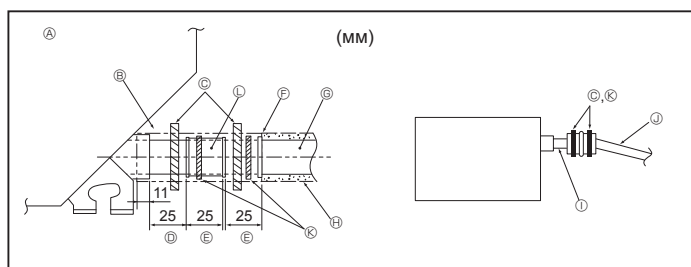

Fig. 3-2
1. Подсоедините соединительную муфту для дренажа (входит в комплект поставки прибора) к дренажному порту. (Fig. 3-2) (Закрепите трубу с помощью клея ПВХ, а затем с помощью ленты.)